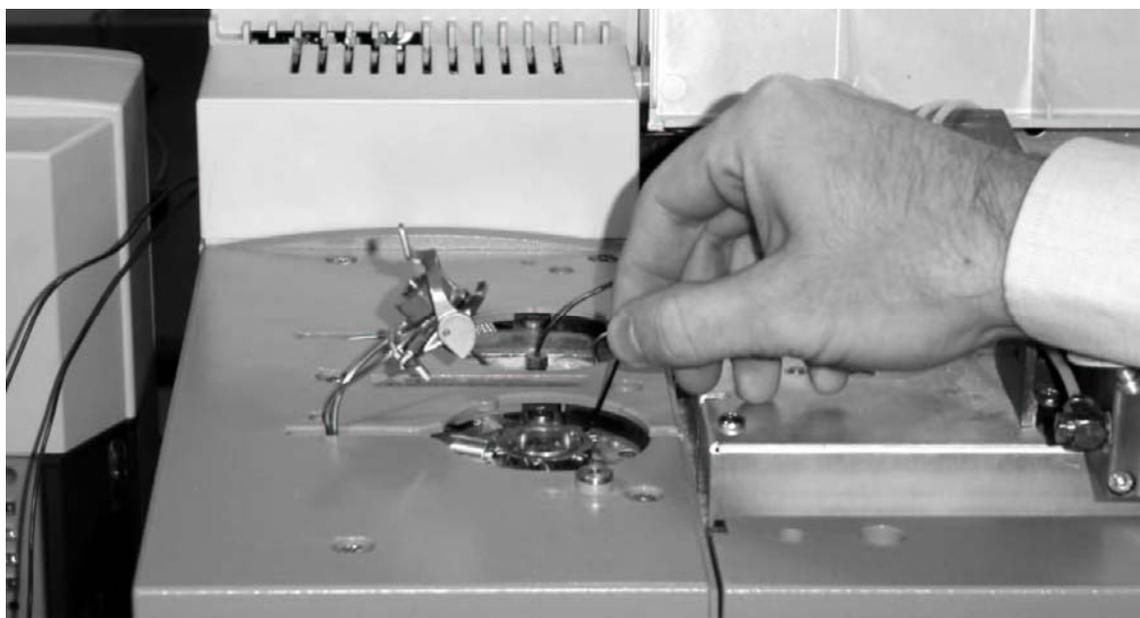

図6 アダプタ・リングをアレンレンチ（六角レンチ）で固定します
- 9 注入口ボディーの先端にアダプタ・リングをねじで止まるまで回します。アダプタ・リングを止まったところから1回転ほど戻し、2本の小さな六角ネジをアレンレンチ（六角レンチ）で仮止めします。（図6を参照）
- ・ 操作が滑らかで、楽であるならば、慎重にアレンレンチ（六角レンチ）で六角ネジを締めてください。図6で示されるようにアダプタ・リングを固定するための付属のアレンレンチを使用します。六角ネジがはずれないように、注意して作業をしてください。